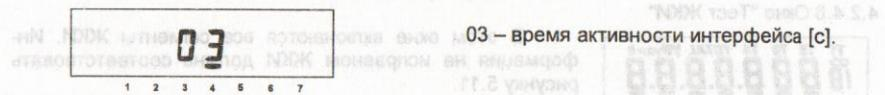

Рисунок 4.8
4.2.4.5 Окно "Служебные параметры" (рисунок 4.8)